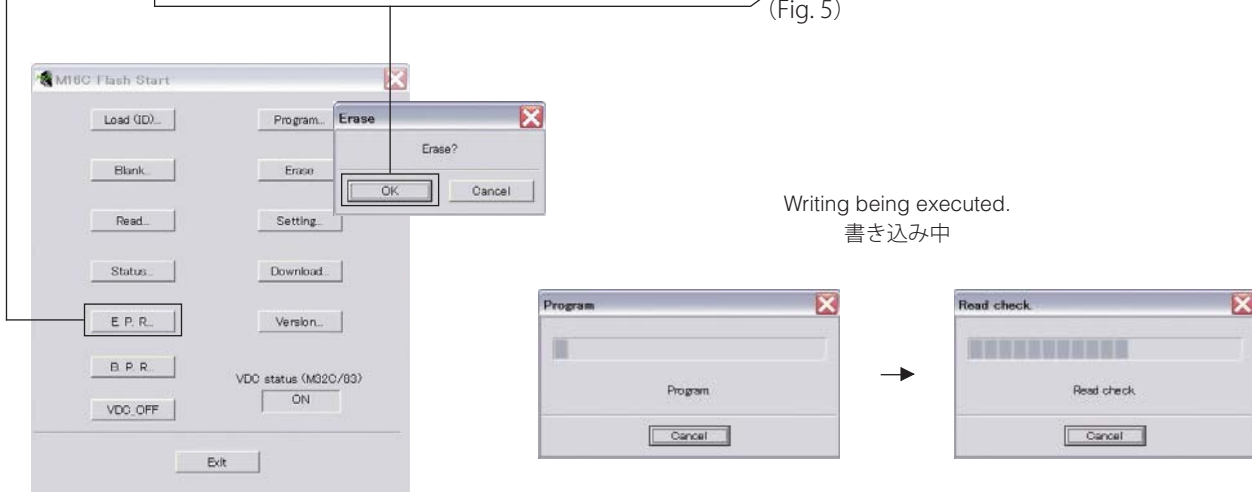

Fig. 5
6. Click [E.P.R.], then the "Erase" screen appears. (Fig. 5)
7. Click [OK] to start writing. (Fig. 5)
6. [E.P.R] をクリックすると、「Erase」が表示されます。(Fig.5)
7. [OK] をクリックし、書き込みを開始します。(Fig.5)